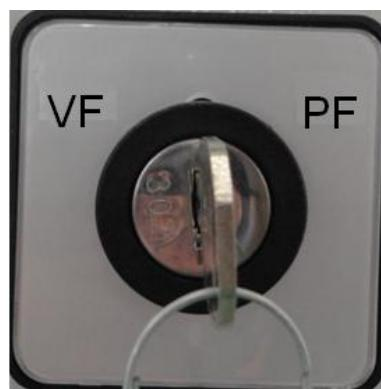

Рис. 3 Переключатель работы двигателя от преобразователя / от сети
- SF2 (SF4 в шкафу 2) – переключатель (Рис. 3) работы двигателя от сети и от преобразователя частоты.
- Если один преобразователь работает с двумя двигателями, то переключение с сети (PF) на выход преобразователя (VF) недопустимо. Переключатель автоматически вернется в среднее положение при переключении его в положение "VF", не допуская выполнения данной операции.